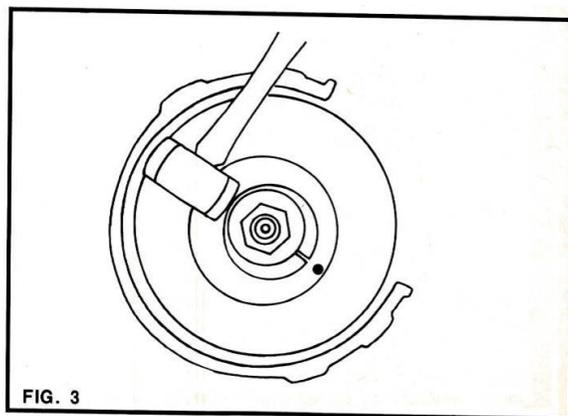

Figura 3: Cambio de ruedas.
- Alinear con un martillo el disco de balance. Se debe deslizar aproximadamente 1/8" como se muestra en la figura 3.